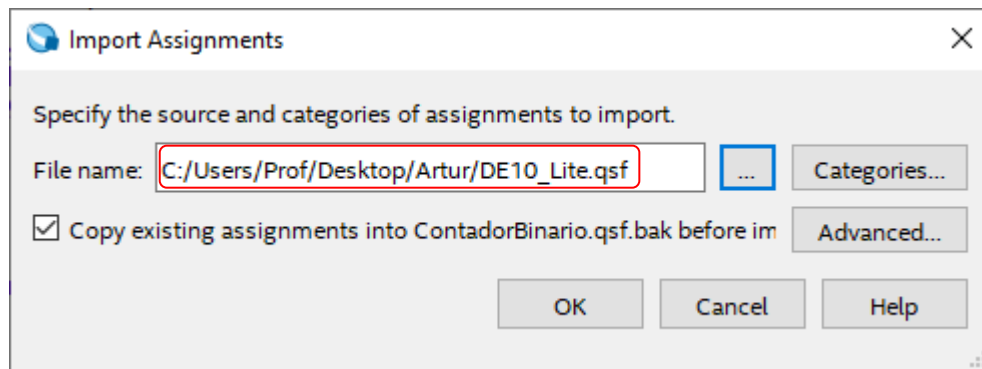

Fig. 3 – O arquivo “DE10_Lite.qsf” atribui nomes aos elementos físicos da placa DE10-Lite
6. Agora vamos fornecer ao **Quartus Prime Lite** o arquivo que atribui nomes aos elementos físicos da placa **DE10-Lite**, como as chaves, os **LEDs** etc. Clique em “**Assignments**”, depois em “**Import Assignments**” e quando aparecer o quadro “**Import Assignments**”, na opção “**File name:**” carregue o arquivo “**DE10_Lite.qsf**”, também anexado na pasta **Lab3**, conforme ilustra a **Fig. 3**.